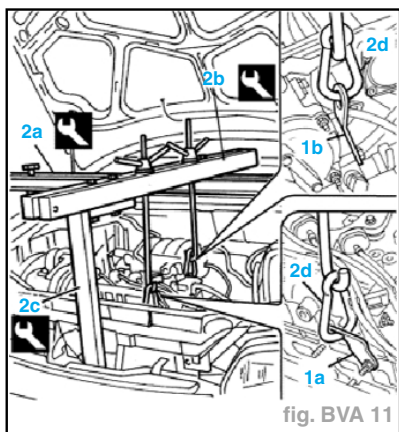

fig. BVA 11
- Placer un étrier générique côtés AV (1a) et AR (1b) du moteur (fig. BVA 11).